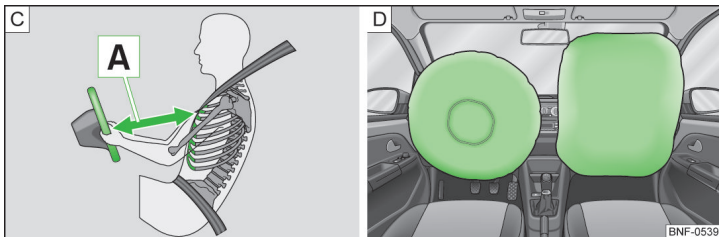

Fig. 8 Distanța sigură față de volan/airbaguri umplute cu gaz
Cnd se declanșează airbagurile, acestea se umflă n fața șoferului și pasagerului din față » fig. 8 - D. Airbagul umflat amortizează mișcarea spre înainte a pasagerilor reducnd astfel riscul de rănire n zona capului și a pieptului.
- Att pentru șofer ct și pentru pasagerul față este important să păstreze o distanță de aproximativ 25 cm față de volan, respectiv de planșa de bord A » fig. 8. Dacă nu se respectă această distanță, sistemul airbag nu și poate exercita eficiența maximă Pericol! n afară de aceasta, scaunele față trebuie să fie ntotdeauna reglate n funcție de nalțimea corpului.